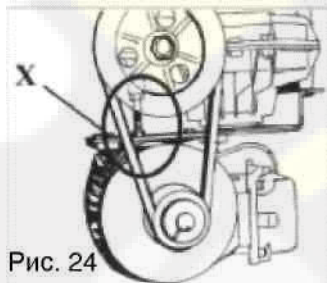

Рис. 24
- Затяните приводной ремень с помощью специального регулировочного болта X, расположенного на опоре двигателя (Рис. 24).